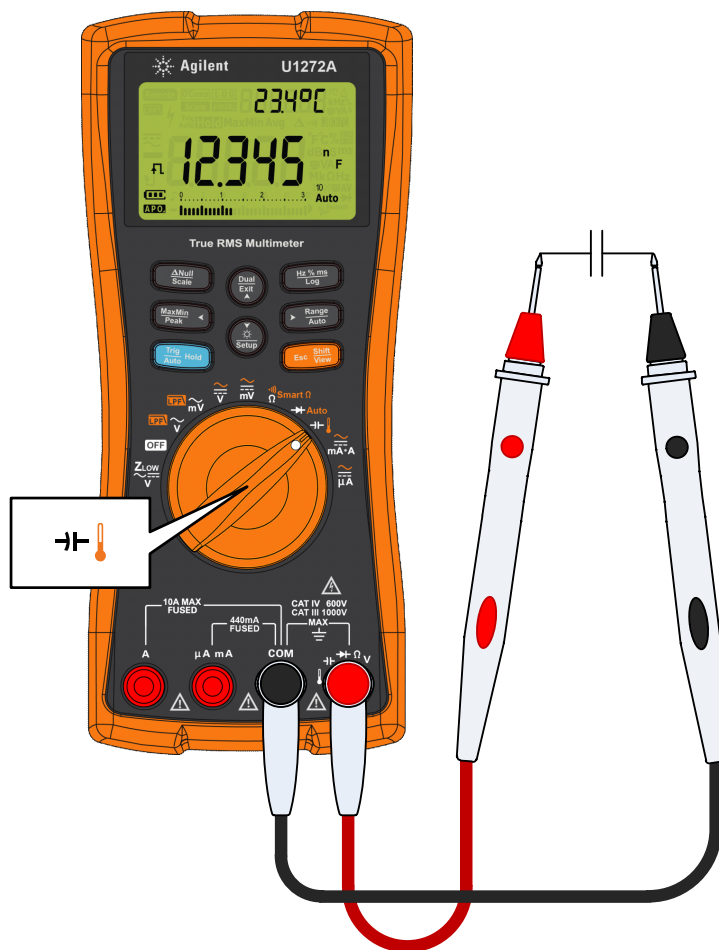

図 2-25 キャパシタンスの測定
- 1 キャパシタンスを測定するには、マルチメータのロータリ・スイッチを F に合わせ、図 2-25 に示すようにマルチメータをセットアップします。